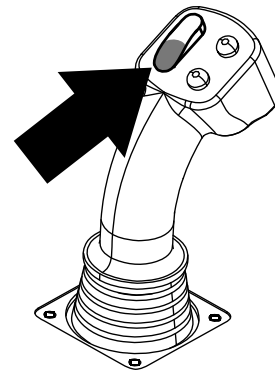
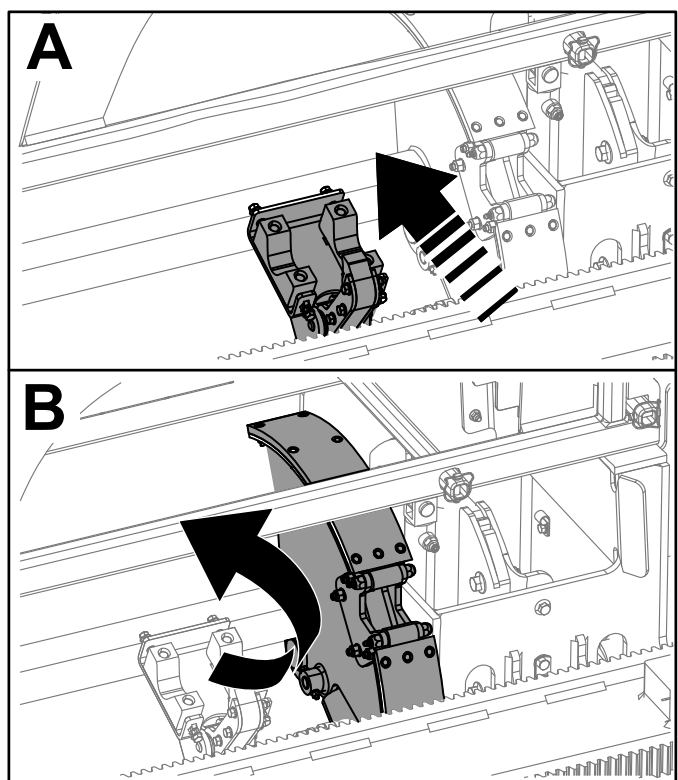

Figura 39
Figura 40
11. Mantenga pulsada la sección inferior del interruptor basculante (Figura 39) hasta que los brazos de carga giren hacia atrás y el conjunto de leva vuelva a su posición de reposo (fila (4) Figura 40).